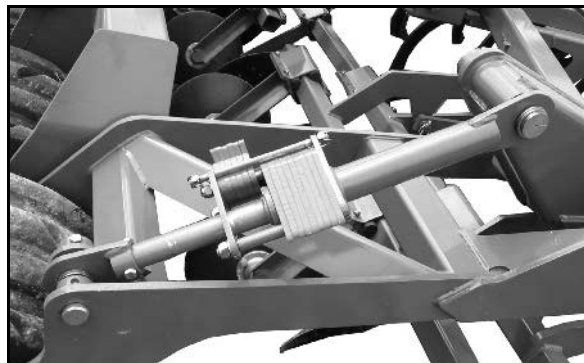

Fig. 49
- med bagvalsens indstillingselementer i venstre og højre side (Fig. 49),